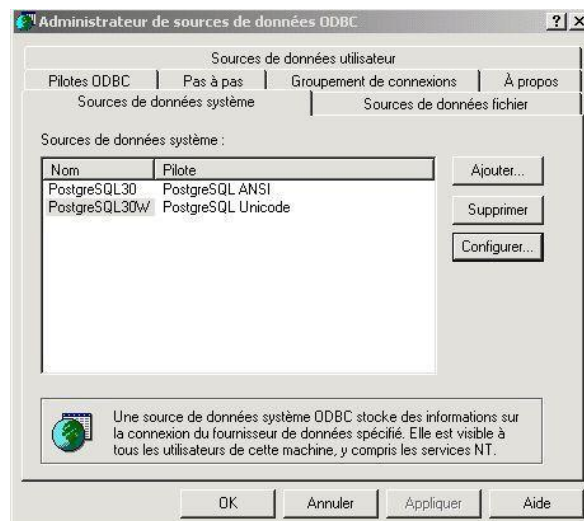

Figure 1 : Administrateur de sources de données ODBC
- 2) Accéder à l'onglet « Sources de données système » (figure 1)